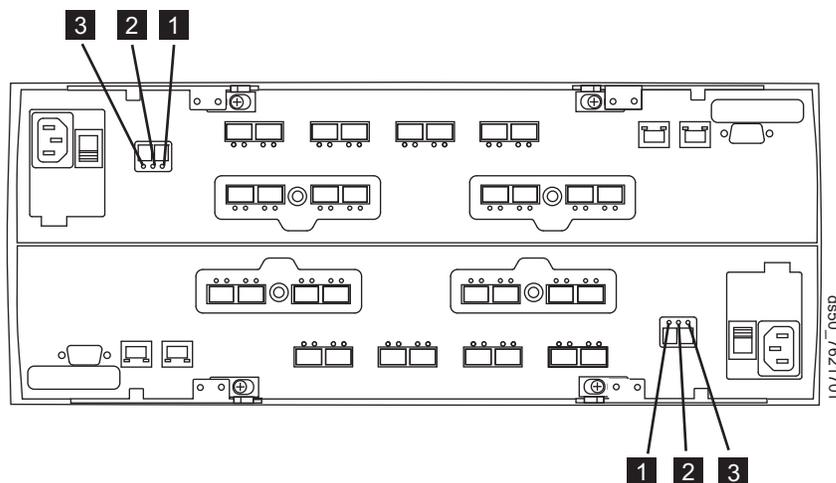

图 114. “控制器服务操作”指示灯
30. 查看控制器上的指示灯以验证控制器是否正确重新引导。图 114 显示了指示灯的位置。
表 55. 图 114 的描述